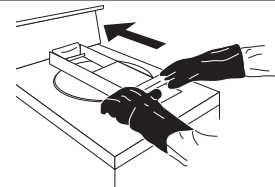

Рисунок 12
- В. Затем, когда крышка находится в нижнем положении, возьмитесь одной рукой за рукоятку и откройте крышку (рисунок 12)